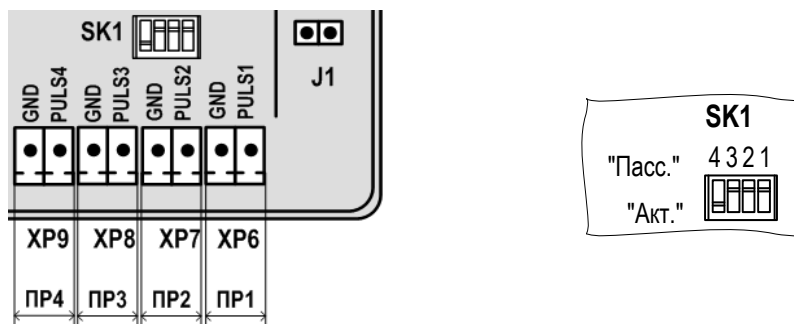

Рис.13. Маркировка коммутационных элементов подключения ПР1-ПР4.
6.5.1.1. Входы каналов расхода 1...4 предназначены для подключения датчиков расхода с выходным частотным, либо импульсным сигналом. Маркировка коммутационных элементов для подключения ПР1-ПР4 показана на рис.13.